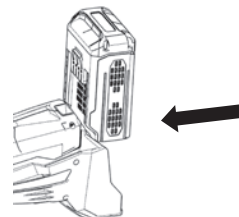

Рис. 16
- Вставить аккумуляторную батарею в разъем, так чтобы был слышен четкий звук "щелчка" (рис. 16).